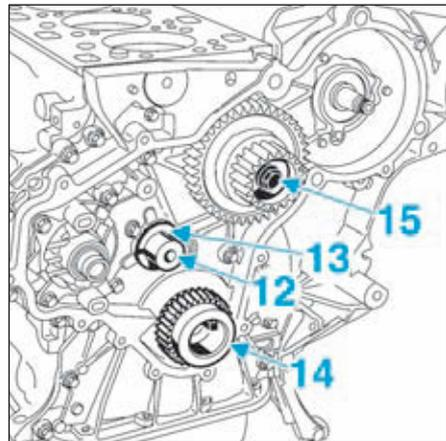

FIG.53
- Déposer la vis (11), puis le pignon intermédiaire.
- Déposer l'axe (12) et la rondelle (13) du pignon intermédiaire (Fig.53).